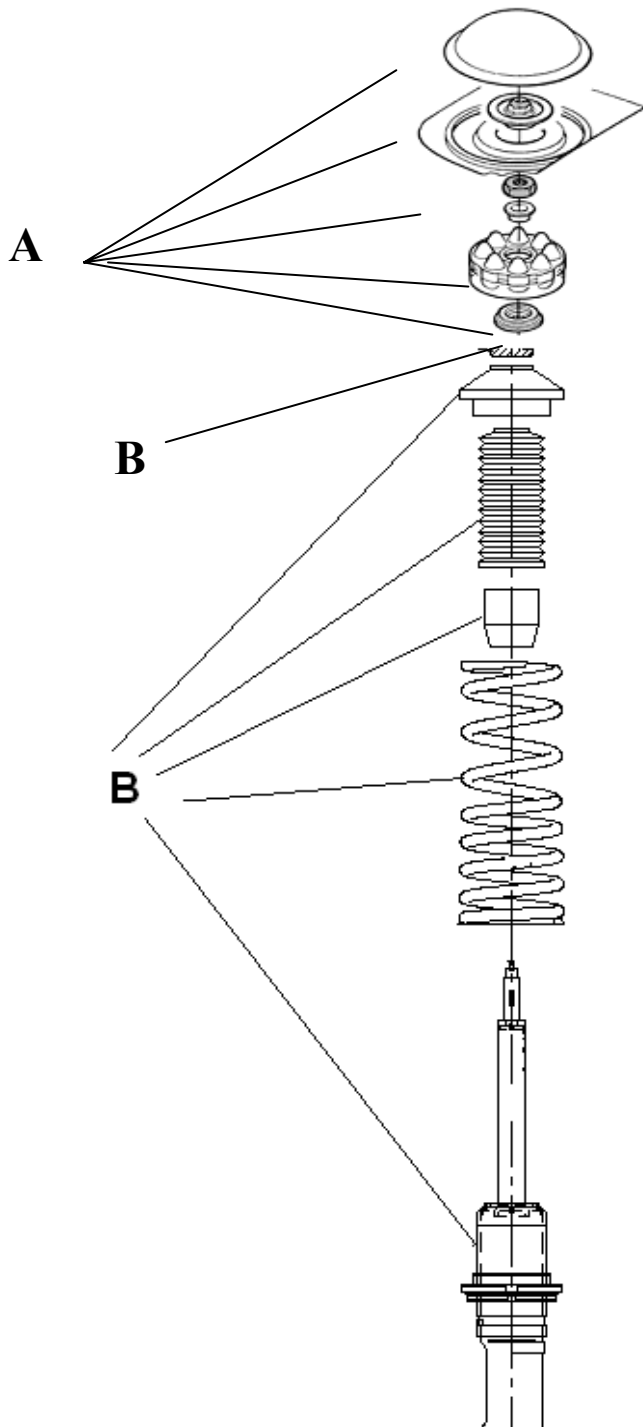

bild 2
- Alle Teile **A** müssen wieder verwendet werden. **(bild 2)**
- Die Teile **B** sind mitgeliefert und müssen ebenfalls montiert werden **(bild 2)**.